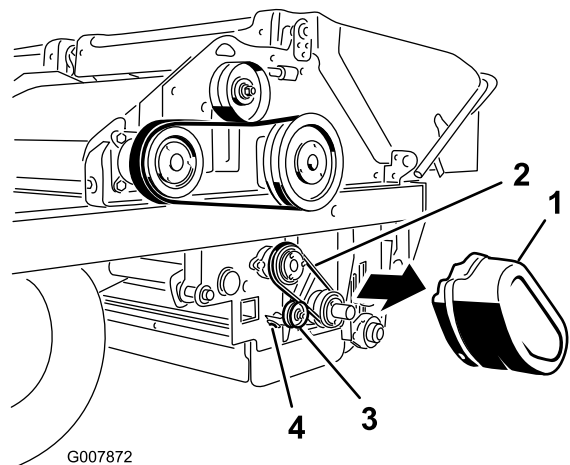

Figura 61
1. Togliete il paracinghia (Figura 61).
2. Allentate il dado sulla puleggia tendicinghia (Figura 61).
3. Spingete la puleggia tendicinghia nella cinghia e serrate il dado della puleggia (Figura 61).